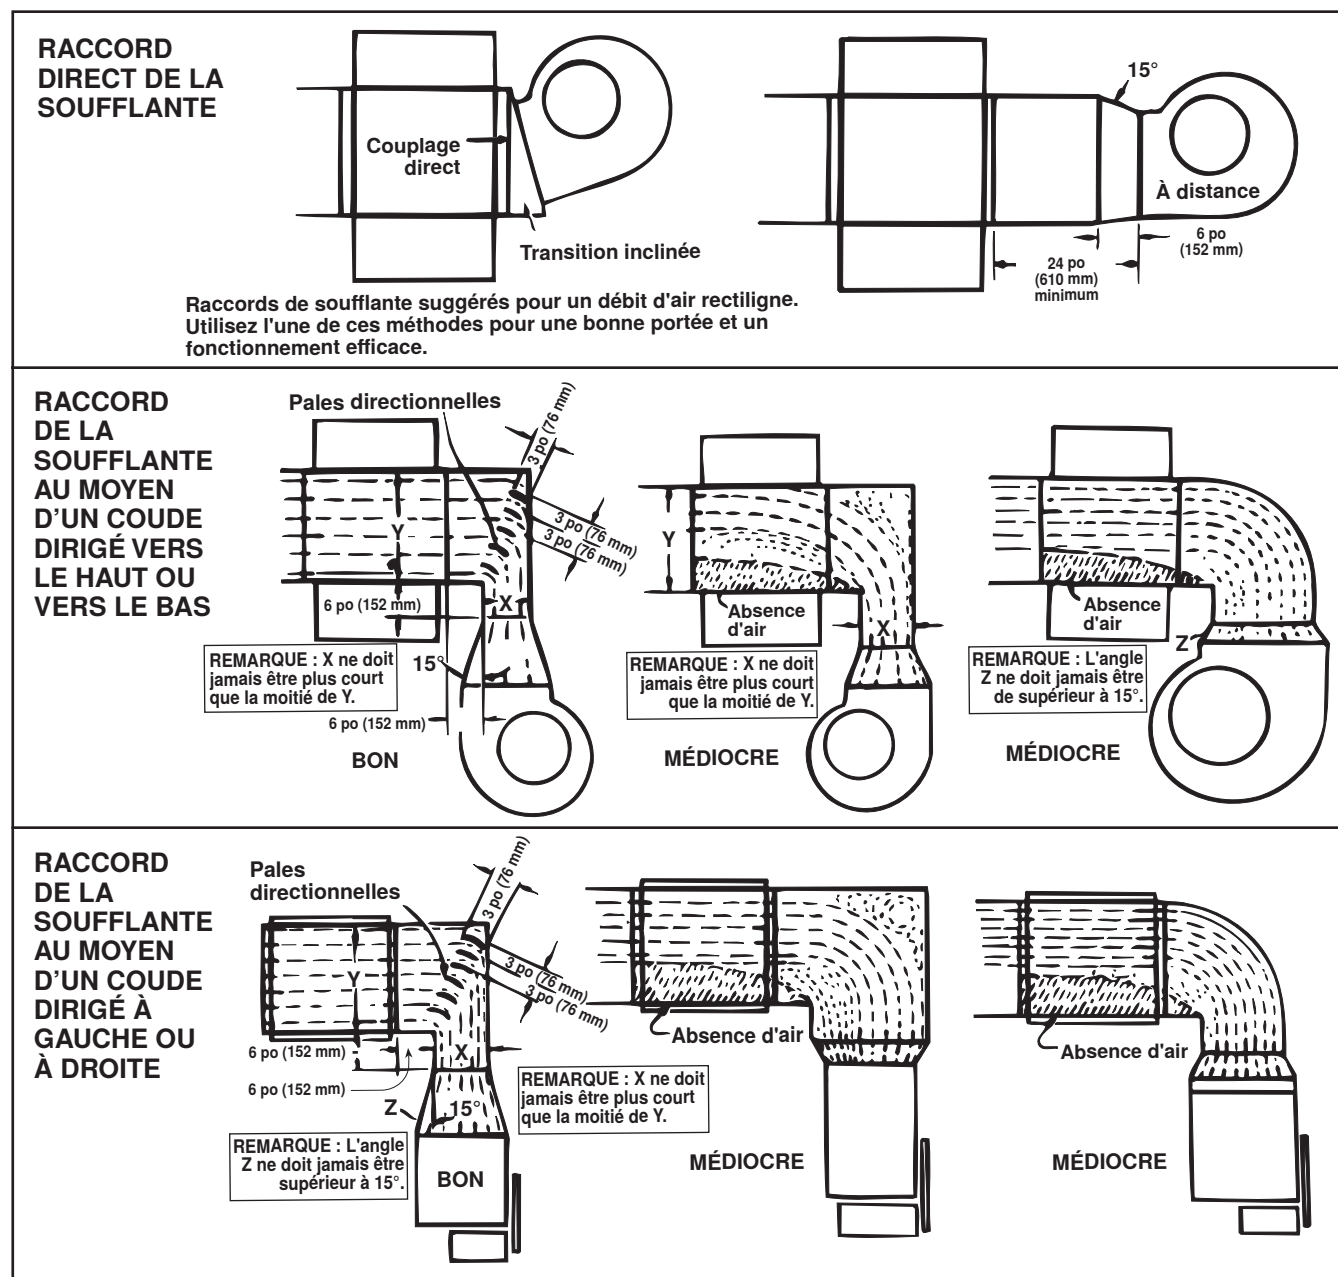

Figure 13. Raccords de la soufflante à la chaufferette de conduit
- Consultez le **Figure 13** pour déterminer le positionnement approprié de la soufflante et de la chaufferette de conduit.